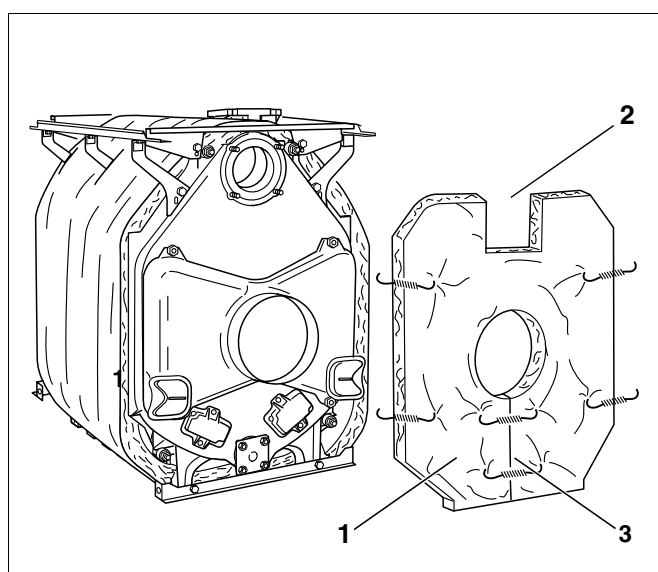

Рис. 46 Установка теплоизоляции задней секции
- Теплоизоляцию задней секции (рис. 46, **поз. 1**) надеть на патрубок дымовых газов. При этом вырез для обратной линии котла (рис. 46, **поз. 2**) должен быть направлен вверх.
- Разрез под патрубком дымовых газов стянуть пружиной (рис. 46, **поз. 3**).